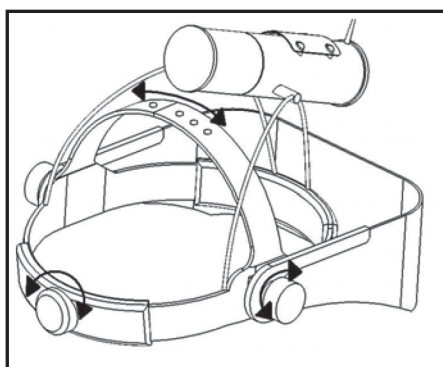

Figura 3: Regolazione della cuffia dei sistemi v300/v600
Regolazione della cuffia (Figura 3)
- 6) **È importante che la striscia superiore della cuffia sia regolata in modo da consentire alla sezione posteriore della cuffia stessa di adattarsi al di sotto della protuberanza alla base del cranio! Il sistema sarà estremamente scomodo ad usare se non si esegue questa regolazione! Vedere la Figura 3 qui di seguito.**